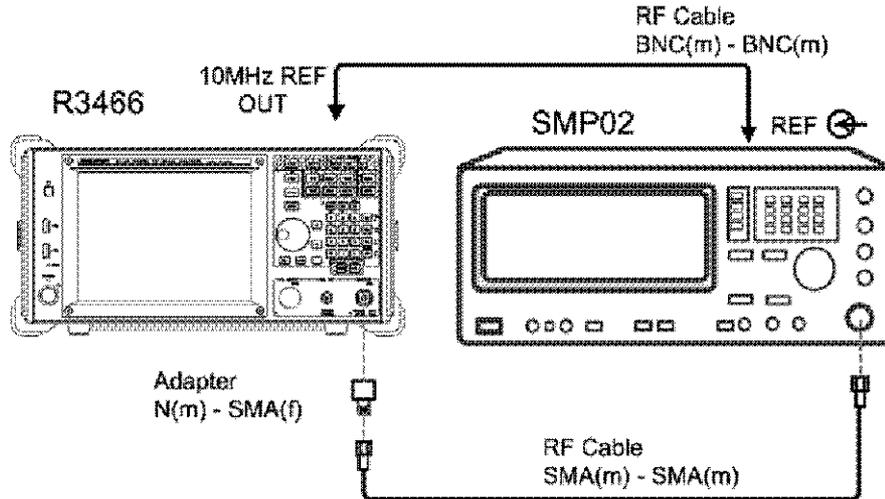

図 2-5 周波数スパン確度試験
1. 機器を図 2-5 のように接続します。R3466N の場合は、Adapter の後に 50 to 75  $\Omega$  変換器を使用して本器と接続します。